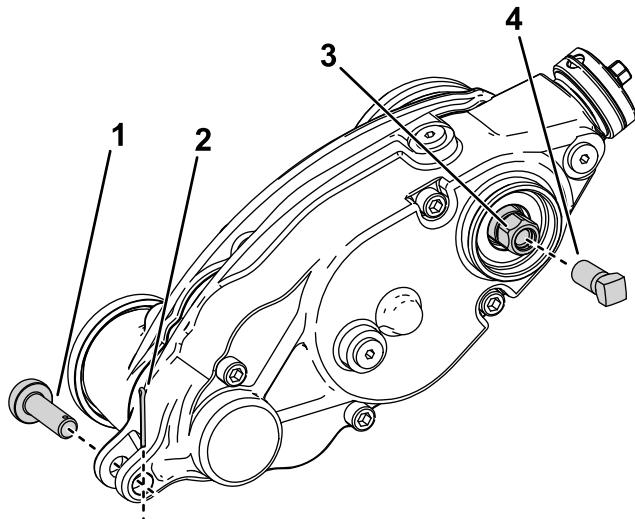

Figura 29
3. Retire el pasador del regulador y el pasador de chaveta que conectan la caja de transmisión del gromer a los brazos del regulador (Figura 29).
5. Instale el tornillo de refuerzo (pieza n.º 1-803022 – se vende por separado) en las roscas internas del cabezal hexagonal de la transmisión del gromer y apriételo a 13,5 Nm, tal y como se muestra en la Figura 29.
6. Retire la caja de transmisión del gromer del molinete de corte girando el cabezal hexagonal de la transmisión del gromer (Figura 29).